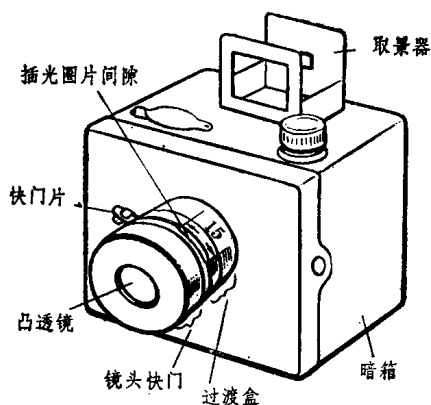

图 1-15 120 简单照相机
我们要制作的这架照相机的外形见图 1-15。可以看出，它的结构同针孔照相机很相似，实际上暗箱部分可以完全相同，取景器只要根据所用镜头的焦距调整一下前方孔的尺寸，所不同的只是镜头部分。所以下面着重谈一谈镜头部分的具体制作方法。
3. 过渡盒 过渡盒连接在镜头、快门同暗箱之间，参看前面图1-15。过渡盒的高度要由镜头的焦距来决定。它的高度是否适当与照片能不能拍摄清楚关系很大。只有过渡盒的高度合适，拍摄出来的照片才能清楚。